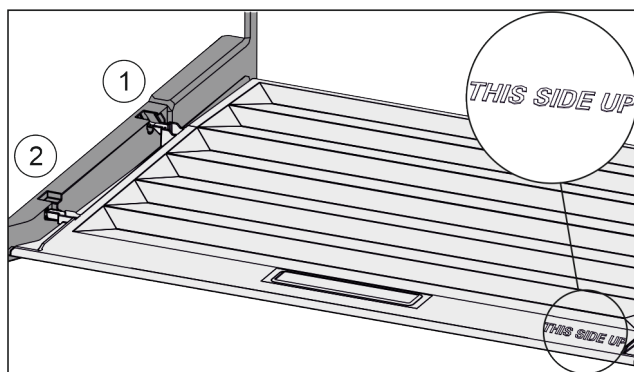

Fig. 92
- ▶ Výstupky víka zaveďte do zadních držáků Fig. 92 (1) a vpředu zaklesněte do držáku Fig. 92 (2).